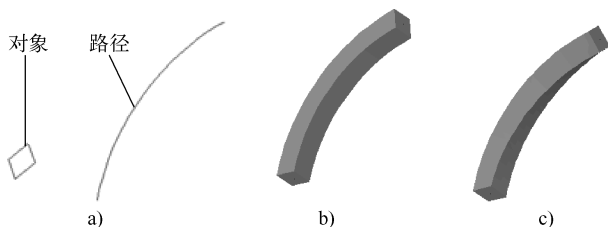

图 12-35 扭曲扫掠
“倾斜 (B)” 指定被扫掠的曲线是否沿三维扫掠路径 (三维多线段、三维样条曲线或螺旋) 自然倾斜 (旋转)。图 12-35 所示为扭曲扫掠示意图。